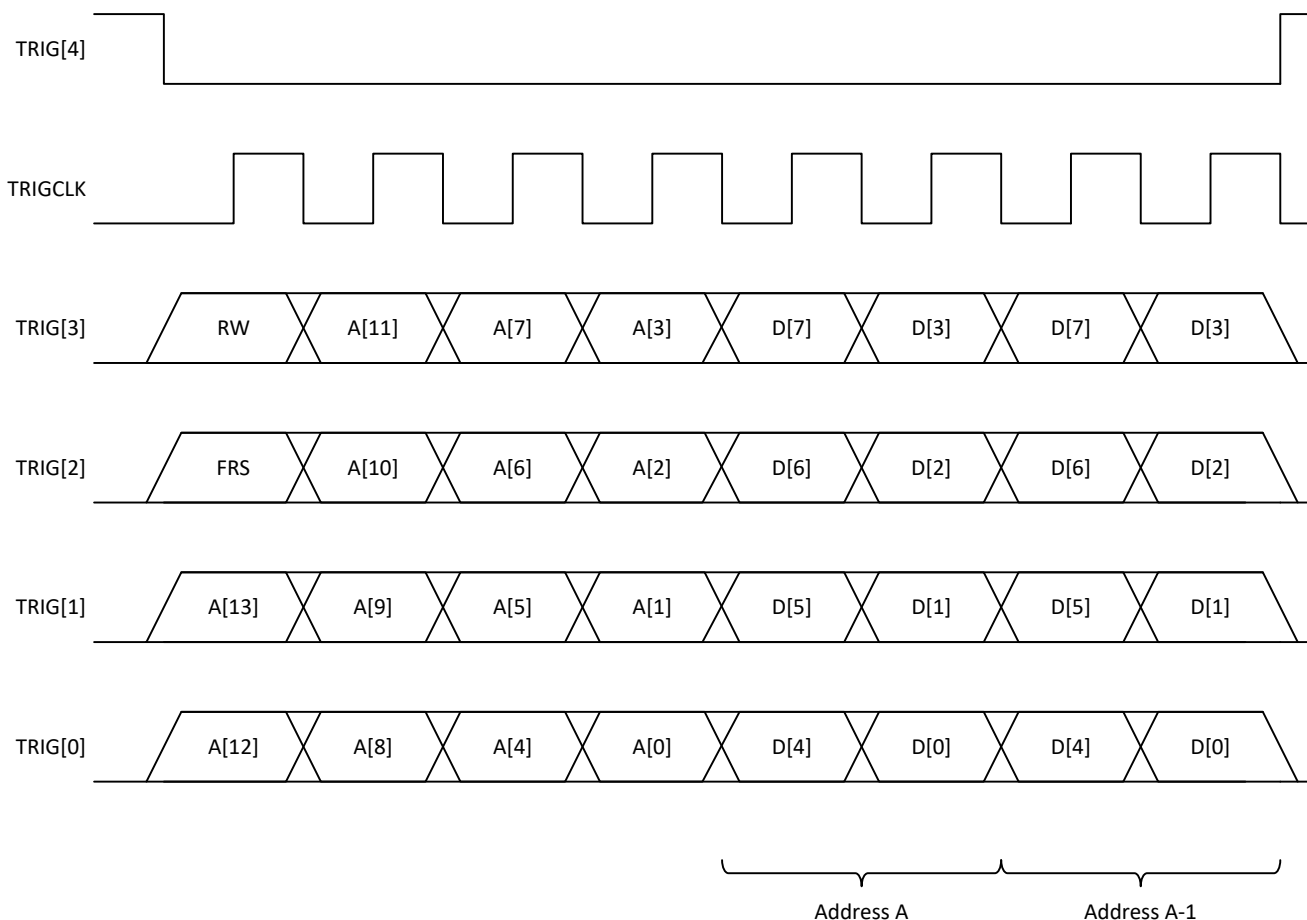

図 8-3. FR インターフェイスのタイミング図
高速再構成 (FR) インターフェイスは、PFIR 係数および NCO 周波数および位相を設定するための高速書き込み専用アクセスを提供します。FR インターフェイスは SPI インターフェイスと似ていますが、クロックサイクルごとに 4 ビットが送信され、外部トリガピンが再利用されます。図 8-3 に、FR タイミング図を示します。次に、R/W ビット (このデバイスの書き込みを示すため常に 0 に設定) とトランザクション同期ビット FRS (このデバイスではトランザクション同期はサポートされていないため常に 0 に設定)、および 14 ビットのアドレスに続いていくつかのデータバイトを使用します。このアドレスは、各データバイトの後にデクリメントされます (リトル エンディアンと整合します)。このインターフェイスはバイトでアドレス指定でき、各バイトの後にデータがコミットされます。FR インターフェイスは、1 クロックにつき 4 ビット (1 ニブル) を取ります。マルチニブルフィールドの場合、データは最上位のニブルから送信されます。トランザクション同期ビット (FRS) が設定されている場合、NCO_SYNC_SRC レジスタフィールドで指定された同期イベントが $\overline{\text{FRCS}}$ の立ち上がりエッジで発生します。最初のデータバイトの完了前に終了したトランザクションでは、SYNC イベントがトリガされない場合があります。